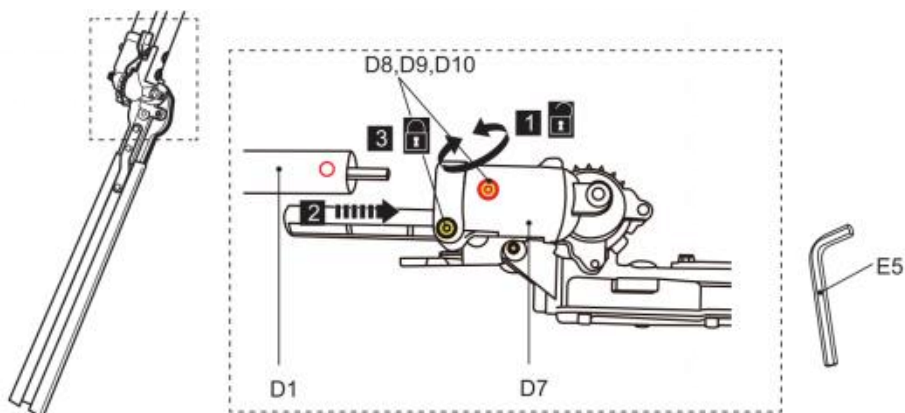

Fig. 20
1) Poluzuj śruby (D8) za pomocą narzędzia (E5), aż dolny drążek (D1) będzie można włożyć w wspornik (D7) (rys. 20, krok 1). Nie usuwaj śrub (D8), podkładek sprężystych (D9) i podkładek (D10) ze wspornika (D7).
2) Wyrównaj i włóż dolny drążek (D1) do wspornika (D7) ruchem obrotowym aż do oporu, aż otwór montażowy zrówna się ze śrubą. Użyj oznaczenia strzałki, aby ułatwić wyrównanie. (Rys. 20, krok 2).
3) Dokręć śruby (D8), aby zabezpieczyć dolny słupek w odpowiednim położeniu (rys. 20, krok 3).